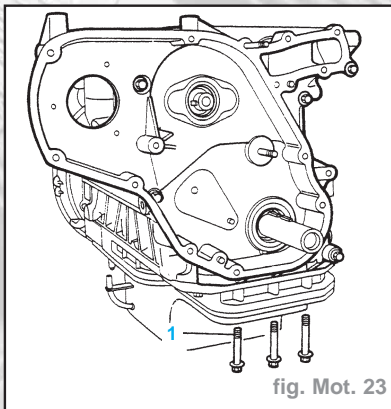

fig. Mot. 23
- Pour déposer le couvercle AR, desserrer les cinq boulons maintenant à la face avant du bloc-cylindres et les trois boulons (1) traversant le carter d'huile et le cadre en forme d'échelle pour s'engager dans la face inférieure du couvercle (Fig. Mot. 23).